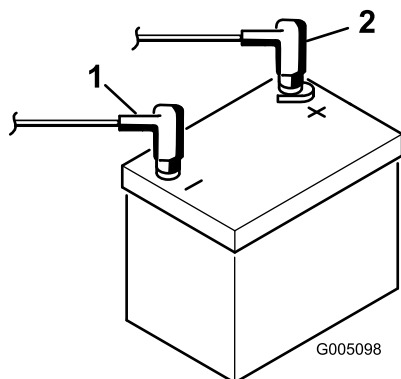

図 8
2. スタータからの赤い (+) ケーブルを (+) 端子に固定する (図 8)。レンチで締め付けて固定し、ワセリンを塗布する。ケーブルが擦れて磨耗するような配線はさける。座席の最後部でケーブルを傷つけることがあるので特に注意すること。